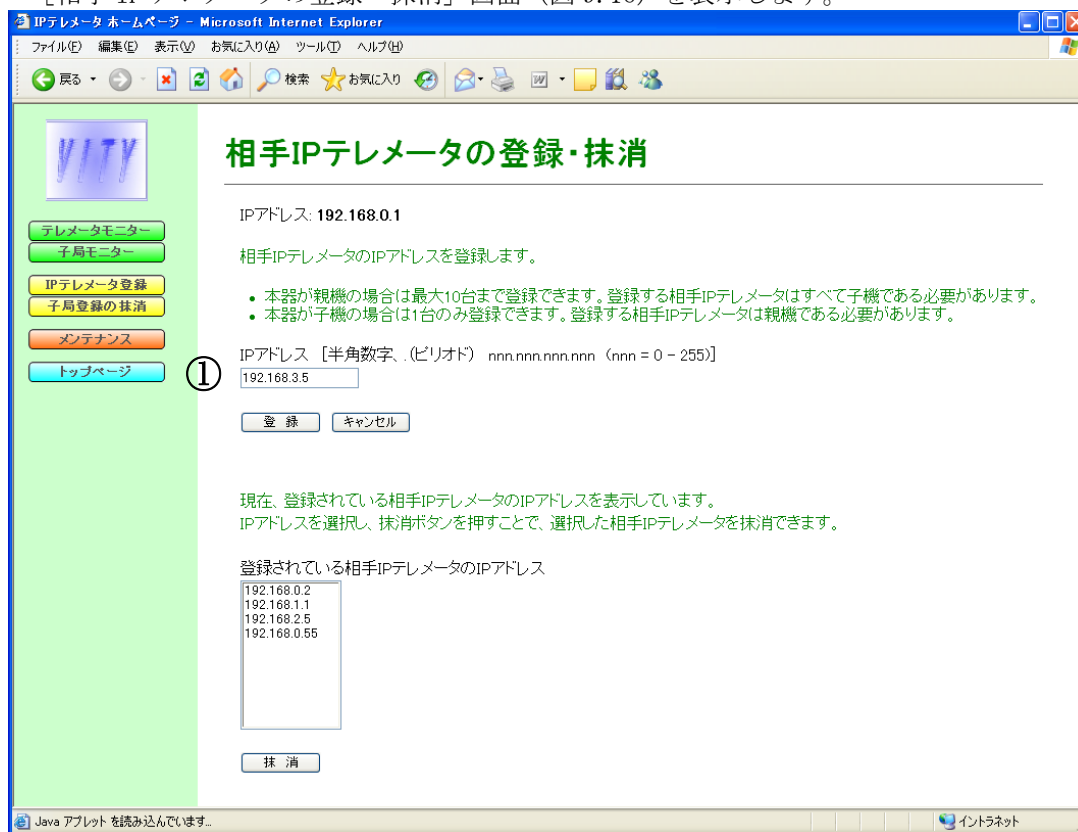

図 9.16 [相手 IP テレメータの登録・抹消] 画面
- (1) [IP テレメータホームページ] 画面 (図 9.3) から“**IP テレメータ登録**”のリンクをクリックし、[相手 IP テレメータの登録・抹消] 画面 (図 9.16) を表示します。
- (2) [相手 IP テレメータの登録・抹消] 画面 (図 9.16) から IP アドレスのテキストボックスに、相手 IP テレメータの IP アドレスを登録します。
① IP アドレス :
- (3) [相手 IP テレメータの登録・抹消] 画面 (図 9.16) の **登録** ボタンを押して送信相手の IP アドレスを登録します。
- (1) [IP テレメータホームページ] 画面 (図 9.3) において, “IP テレメータ登録” のリンクをクリックし, [相手 IP テレメータの登録・抹消] 画面 (図 9.16) を表示します。